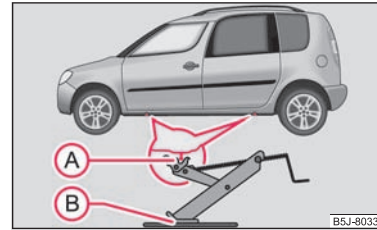

Fig. 151 : Puncte pentru fixarea cricului
- Pentru ridicarea autovehiculului căutați punctul de fixare a cricului cel mai apropiat de roata defectă - în prag ⇒ fig. 151.
- Așezați cricul astfel încât gheara acestuia să cuprindă elementul vertical din prag (A), și suprafața de sprijin a cricului (B) să se afle complet pe sol.